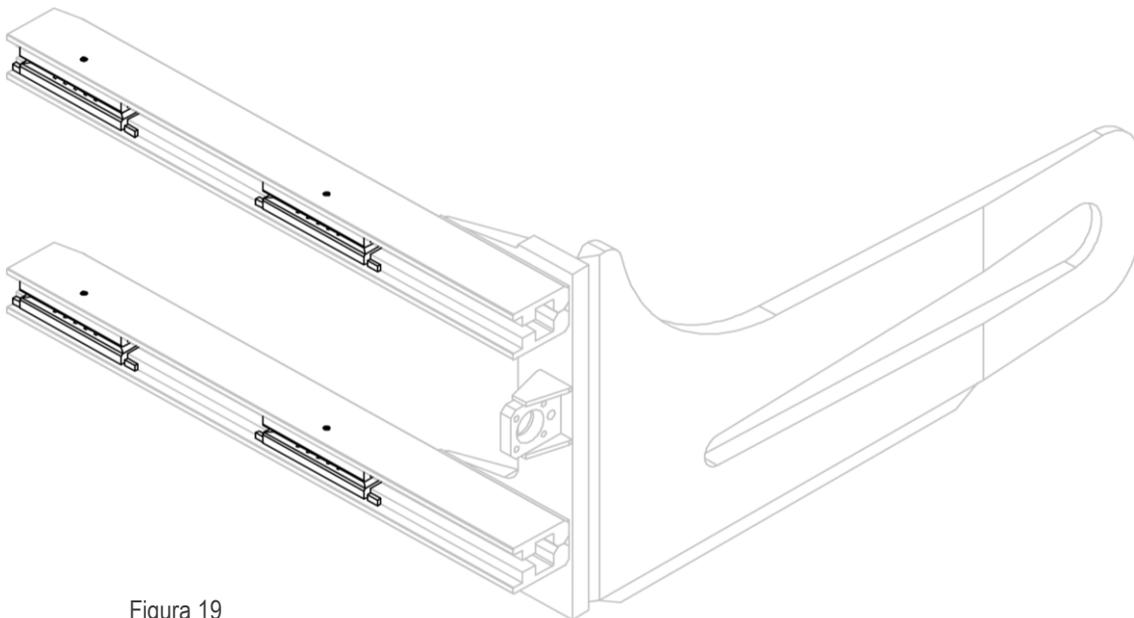
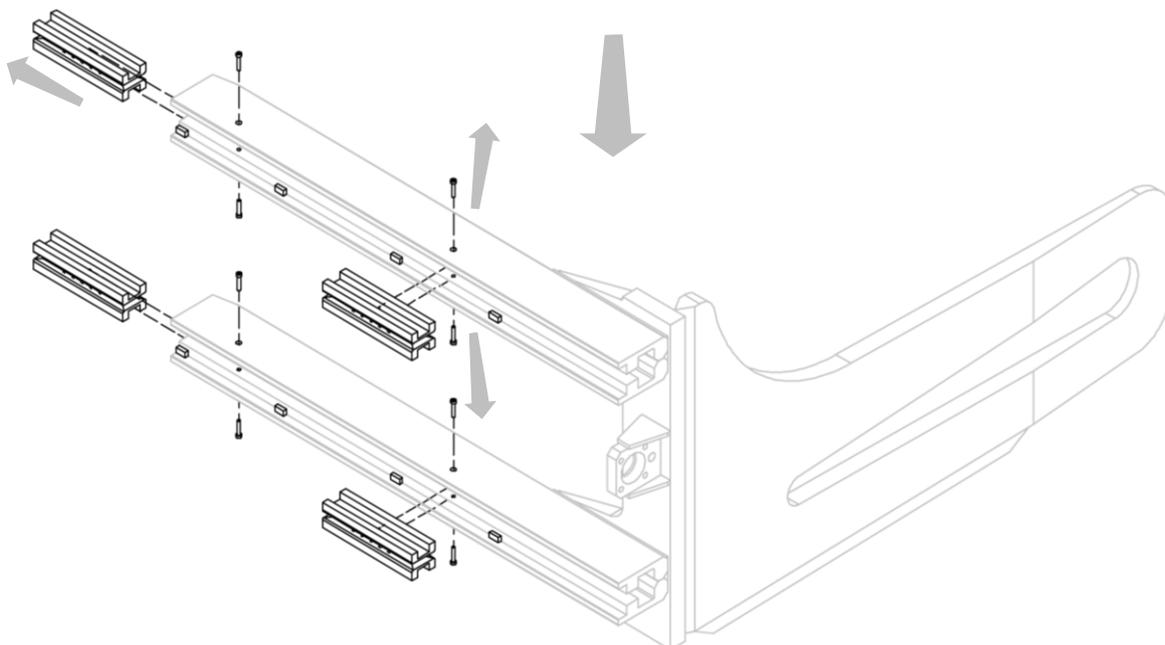

Figura 19
Figura 20
2. Rimuovere le boccole di scorrimento dalle apposite sedi, dopo aver rimosso le relative viti di bloccaggio (vedi *Figura 19* e *Figura 20*).